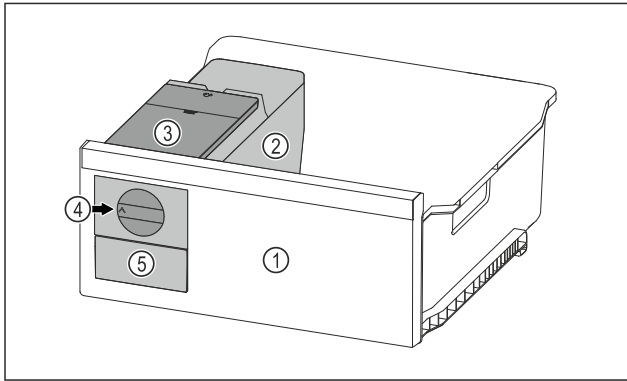

Fig. 155 Immagine a titolo di esempio
- Ruotare la manopola Fig. 155 (4) verso destra finché non si arresta.
- I cubetti di ghiaccio cadono dalla ciotola dei cubetti di ghiaccio nel cassetto dei cubetti di ghiaccio Fig. 155 (5).